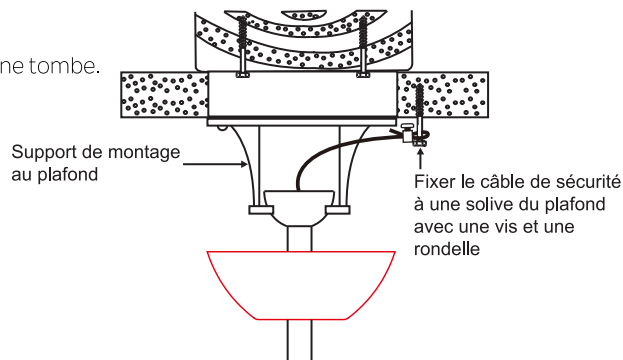

Fig. 11
**Étape 1.** Fixez la vis à bois et les rondelles fournies à la solive du plafond à côté du support de montage sans serrer (Fig. 11).